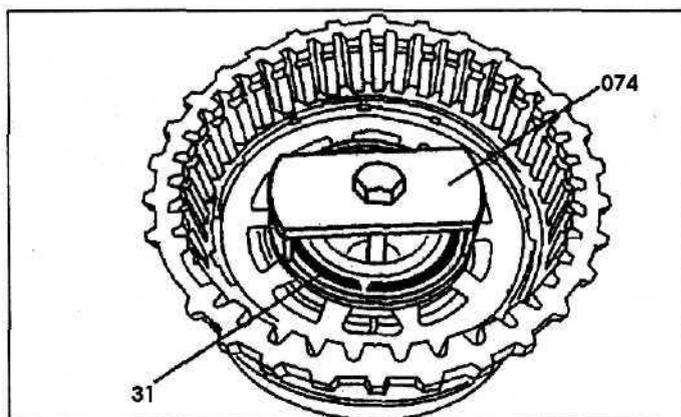
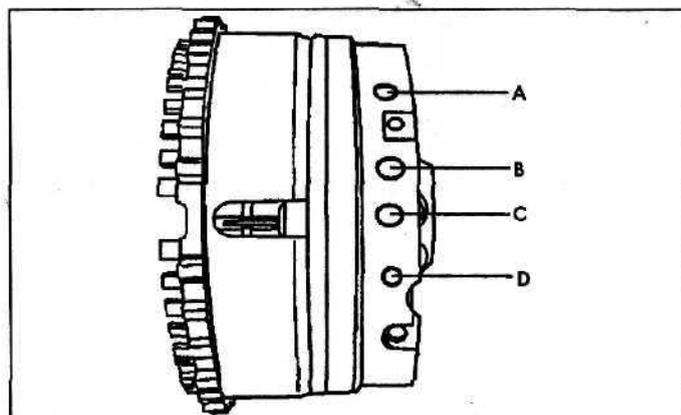

Рис. 64.
Рис. 66.
2. Удалите из внешнего барабана тормоза В2 комплект фрикционных дисков (134) и тарельчатую пружину (134b). Проверьте фрикционные диски на предмет их подгорания и износа.
3. Для удаления стопорного кольца установите на тарельчатую пружину (29) приспособление (074) и затяните болт (рис. 64).
4. Удалите стопорное кольцо (31).
5. Удалите упругое кольцо (30) и тарельчатую пружину (29).
6. Удалите нажимное кольцо поршня (28) и поршень дискового тормоза В2 (27) из внешнего барабана (14а). Для этого следует подать сжатый воздух в отверстие D (рис. 66).
7. Вытащите нажимное кольцо (28) из поршня тормоза В2 (27).
8. Удалите направляющий поршень (32) из внешнего барабана тормоза В2 (14а). Для этого следует подать сжатый воздух в отверстие А (рис. 66).